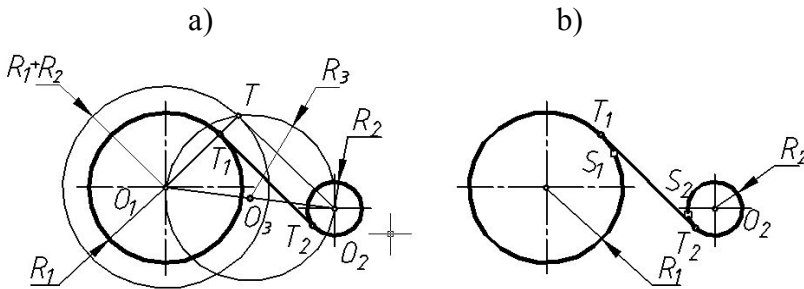

Fig. 3.6
- Construirea tangentei mixte comune a două cercuri cu raze diferite, fig. 3.6.